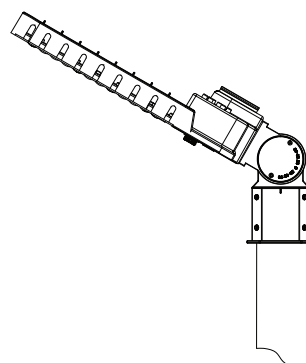

FIG. 9
2. Serrez les quatre boulons M8x25 sur le raccord lisse et fixez-le au poteau (voir la FIG. 9).